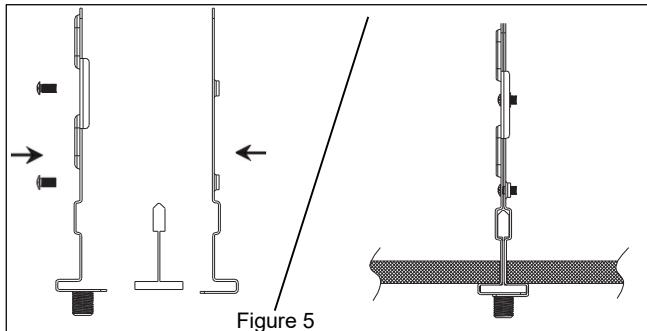

Figure 5
1. À l'aide des vis fournies, fixez les attaches pour grille en T à la grille en T. Deux jeux d'attaches pour grille en T sont nécessaires pour un luminaire de 1,21 m. **Reportez-vous à la Figure 5.**